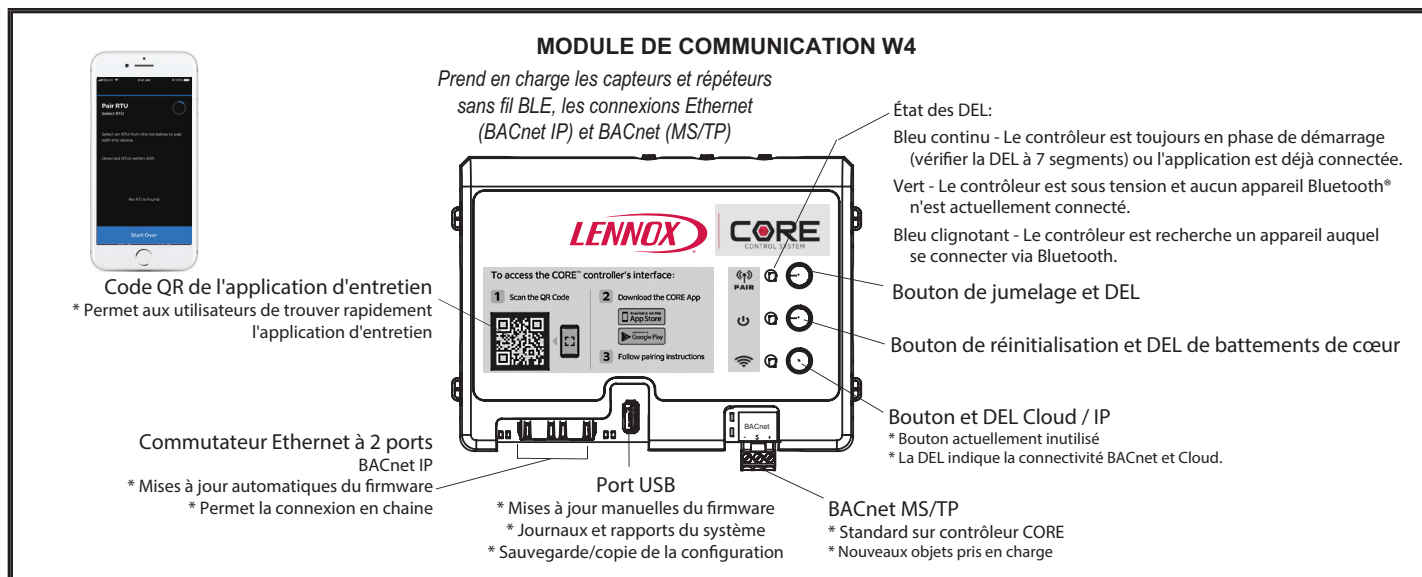

FIGURE 19
- 2 - Appuyez sur le bouton de jumelage et le maintenir enfoncé pendant 5 secondes. Reportez-vous à la FIGURE 19.